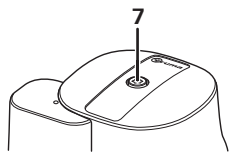
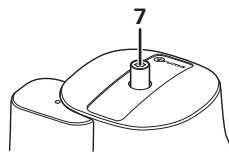

Figura 2a
Figura 2b
El sensor de colisión dispone de un botón de restablecimiento cuya posición aporta información sobre su estado: Posición «preparado para funcionar» (figura 2a) o posición «no preparado para funcionar» (figura 2b).
Para restablecer, presionar firmemente el botón de restablecimiento amarillo (7), girarlo ligeramente en el sentido de las agujas del reloj y mantenerlo presionado durante 5 segundos, asegurándose de que permanezca en la posición «preparado para funcionar» (figura 2a).
- Empujar el elemento activador del sensor de colisión (9) hasta que salte el botón de restablecimiento amarillo (7), para que el sensor de colisión esté en la posición «no preparado para funcionar» (figura 2b).
- Desenroscar la tapa roscada (10) de la conexión de comprobación y conectar la bomba de comprobación con el tubo flexible de comprobación a la conexión de comprobación.
- Presionar firmemente el botón de restablecimiento amarillo (7), girarlo ligeramente en el sentido de las agujas del reloj y mantenerlo presionado durante 5 segundos, asegurándose de que permanezca en la posición «preparado para funcionar» (figura 2a).
- Volver a colocar siempre la tapa roscada (10) después de cada extracción.